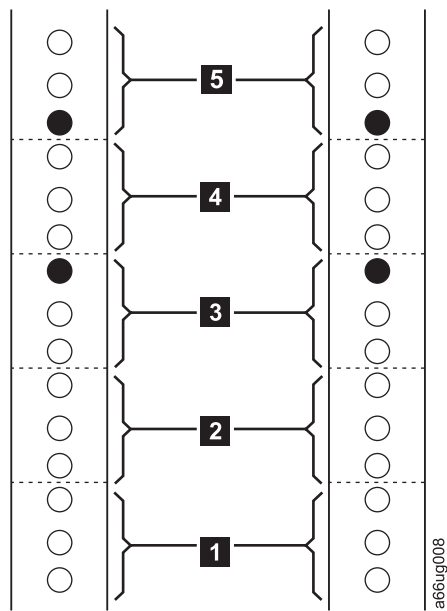
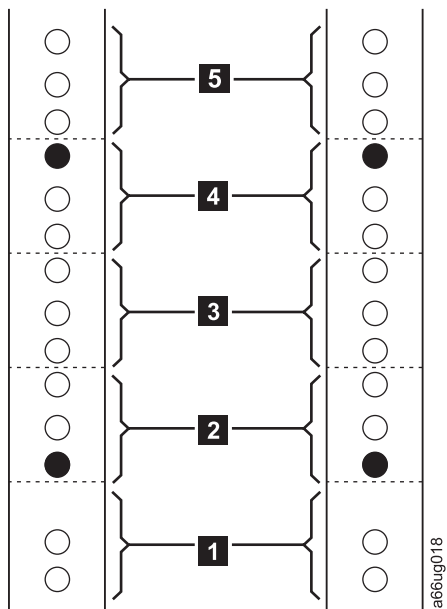

Figura 3-4. Identificação do EIA e locais dos pinos do trilho para os trilhos de rack verticais FRONTAIS
Figura 3-5. Identificação do EIA e locais dos pinos do trilho para os trilhos de rack verticais TRASEIROS
1. Utilizando um lápis, faça uma marca abaixo do primeiro EIA (**1** na Figura 3-4 e **1** na Figura 3-5) nos cinco EIAs selecionados em cada trilho vertical no rack. A parte inferior da prateleira do trilho deve ser alinhada ao orifício inferior do primeiro EIA nos trilhos verticais frontais no rack.
2. Os pinos do trilho estão localizados na frente e na traseira de cada trilho incluído no Kit de Montagem em Rack. Os pinos do trilho serão posicionados conforme indica pelos círculos pintados em preto na Figura 3-4 e na Figura 3-5:
- Orifício superior do terceiro EIA (**3** na Figura 3-4 na página 3-7).
- Orifício inferior do quinto EIA (**5** na Figura 3-4 na página 3-7).
- Orifício inferior do segundo EIA (**2** na Figura 3-5 na página 3-7).
- Orifício superior do quarto EIA (**4** na Figura 3-5 na página 3-7).
- Orifício superior do primeiro EIA (consulte Figura 3-4 na página 3-7)
- Orifício inferior do terceiro EIA nos trilhos de rack verticais (consulte Figura 3-4 na página 3-7)